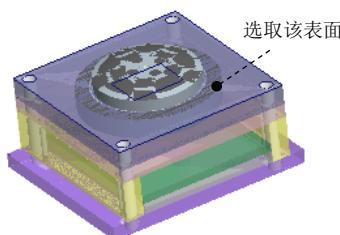

图 30.33 定义偏移参考平面
Step2. 创建基准面。单击 **模型** 功能选项卡 **基准** 区域中的“平面”按钮 。以图 30.33 所示的表面为偏移参考平面，偏移方向朝上，偏移距离值为 60.0，单击 **确定** 按钮。